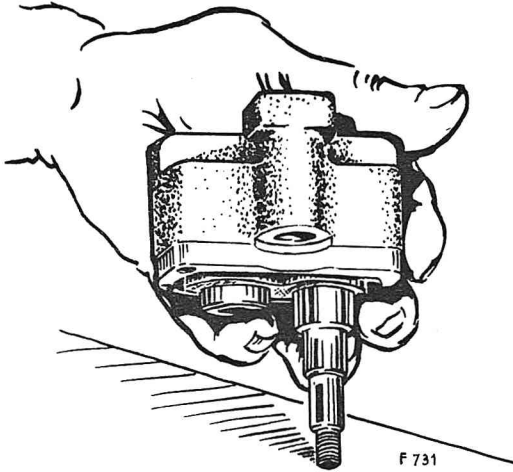

Figure 7
8. Sortez l'oil seal (2) à la presse à main ou dégagez l'O ring avec un crochet. Répérez la face supérieure du pignon commandé pour pouvoir la remonter dans le même sens.
9. Pour dégager les paliers en bronze (C et D) et les pignons (E et F) (voyez figure 1), saisissez la pompe comme indiqué sur la figure 7 et tapez-la sur un bloc de bois.